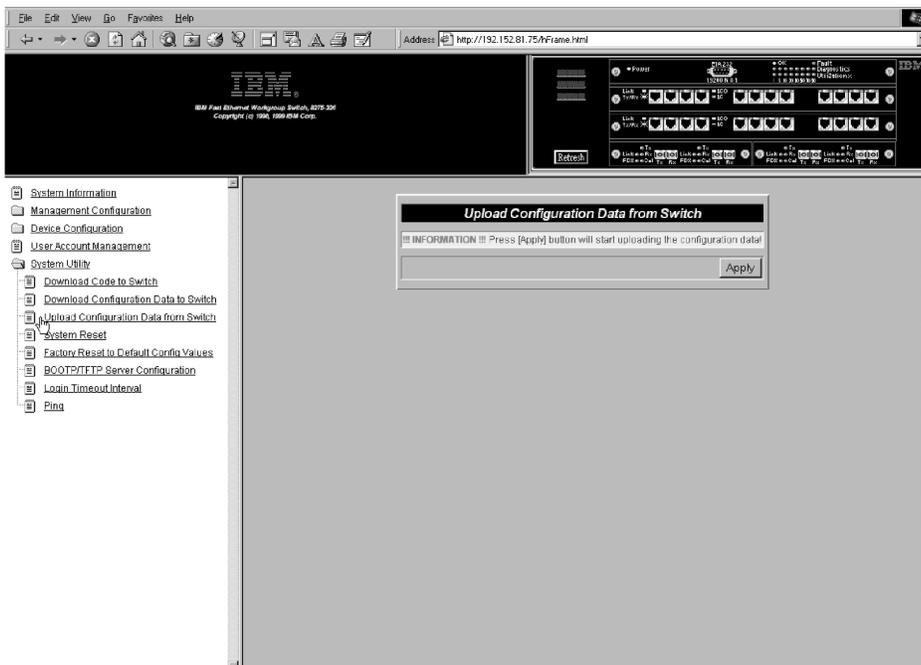

Figura 83. Panel de confirmación de Upload Configuration Data from Switch
Paso 4. Vuelva a seleccionar **Apply** a efectos de confirmación, tal como se muestra en la Figura 83 en la página 92.